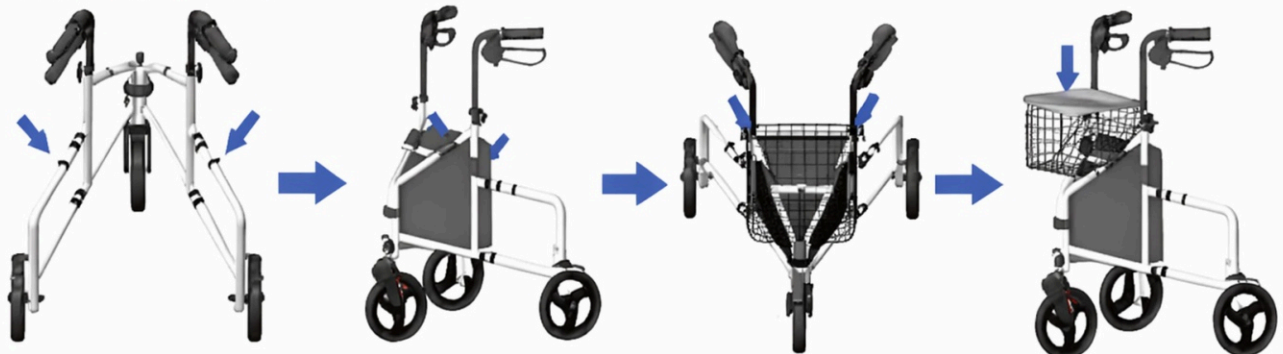

Abbildung 5
Schritt 4 (siehe Abbildung 5): Nehmen Sie die Bremszugklemmen (13) und befestigen Sie diese an den oberen Diagonalrohren der linken hinteren Rahmenbaugruppe (3) und der rechten hinteren Rahmenbaugruppe (5). Stecken Sie den linken und den rechten Bremszug in die Bremszugklemmen (13). Nehmen Sie den Stoffbeutel (8) und hängen Sie ihn an den Rahmen (wie in Abbildung 5 dargestellt). Hängen Sie den Eisenkorb (6) an die Haken auf der linken und rechten Seite der Hauptrahmenbaugruppe (1), um ihn fest zu befestigen. Nehmen Sie dann das Tablett (7) und stellen Sie es auf den Eisenkorb (6). Drücken Sie es nach unten, sodass das Tablett (7) die Oberseite des Eisenkorbs (6) bedeckt.